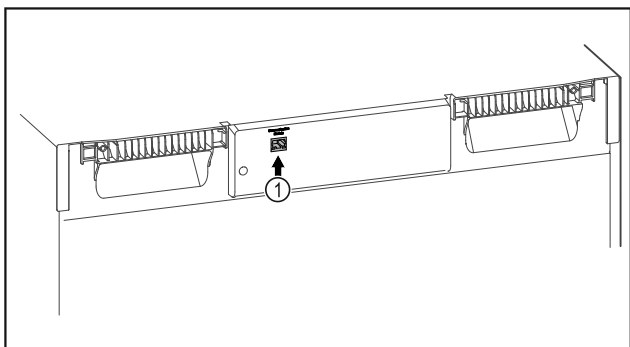

Fig. 105
- Założono SmartModule Fig. 105 (1).